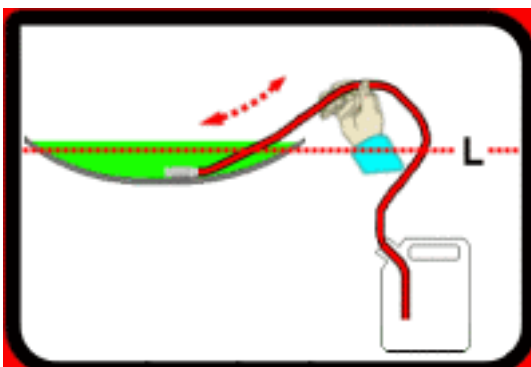

Abbildung 5
2. Bei flachen Behältnissen schütteln Sie den Schlauch horizontal gemäss Abbildung 5.